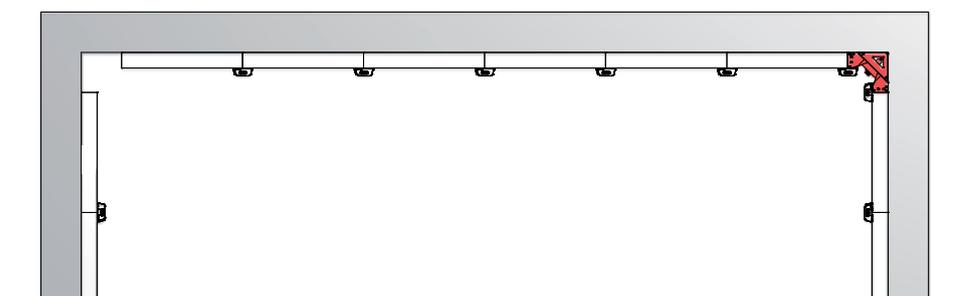

Abb. 24.3
3. AF-Ausschalecke nach oben weg ziehen und Elemente ausschalen (Abb. 24.3).